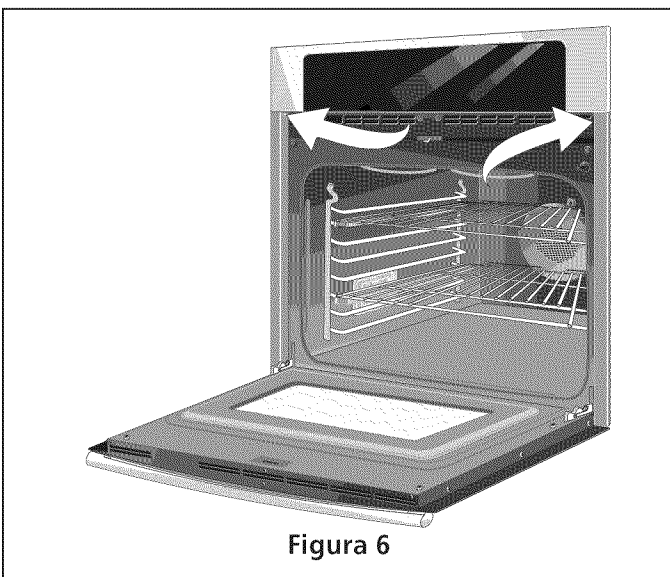

Figura 6
A. Los barrenos en las molduras laterales pueden ser usadas como guía para localizar los tornillos de montaje de la unidad (figura 6).